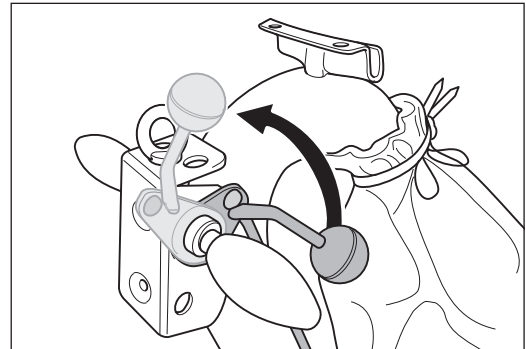

Abb. 75 Den Ablasshebel am Handgriff bis zum Anschlag nach oben ziehen. Dadurch wird die Schleifwalze vom Boden abgehoben.
Während der Überprüfung oder der Einstellung des Schleifbandlaufs muss die Schleifwalze unbedingt vom Boden abgehoben sein (Abb. 75)!
- 1 Ziehen Sie den Ablasshebel am Handgriff bis zum Anschlag nach oben (Abb. 75)!
- 1 **Ziehen Sie den Ablasshebel am Handgriff bis zum Anschlag nach oben (Abb. 75)!**
- 1 Ziehen Sie den Ablasshebel am Handgriff bis zum Anschlag nach oben (Abb. 75). Dadurch wird die Schleifwalze vom Boden abgehoben.